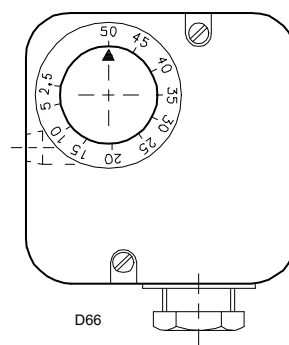

Fig. 22
- Regolare il pressostato gas di massima a fine scala (Fig. 22).